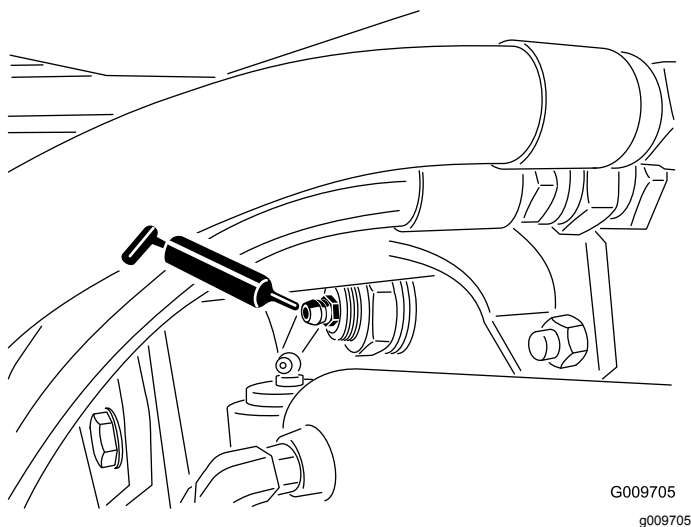

Figura 24
- Casquillos del pivote del eje trasero (2) (Figura 24)